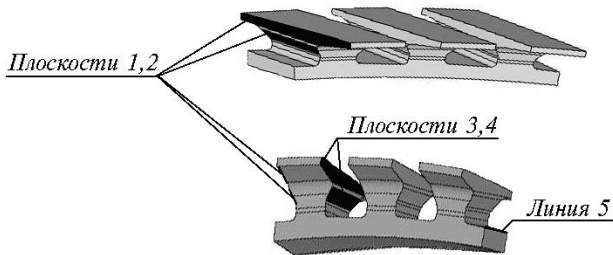

Рисунок 7.2 – Площини та лінії для закріплення і навантаження зразка
5. Закріпіть зразок за площини крайнього міжпазового виступу, прилеглі до площин хвостовиків лопаток, які встановлюють в пази при складанні вузла (площини 1, 2, 3, та 4 на рис. 7.2).
6. Виконайте статичне навантаження ободної частини диска. Для цього протилежний торець зразка (лінія 5 на рис. 7.2) змістіть донизу в напрямку відповідної вісі на  $5 \cdot 10^{-4}$  м (0,5 мм), що еквівалентно навантаженню 180 МПа.